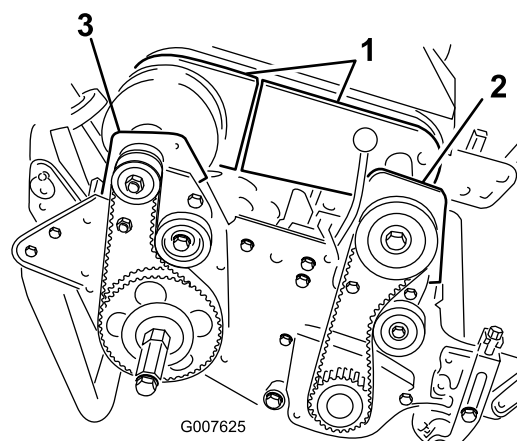

Figura 42
le sezioni della copertura in modo da scoprire la cinghia (Figura 42).
6. Togliete i 2 bulloni e i dadi di bloccaggio che fissano la sede frizione anteriore alla piastra laterale (Figura 42).
8. Togliete i 2 bulloni e i dadi di bloccaggio che fissano la sede cuscinetto posteriore alla piastra laterale (Figura 42).